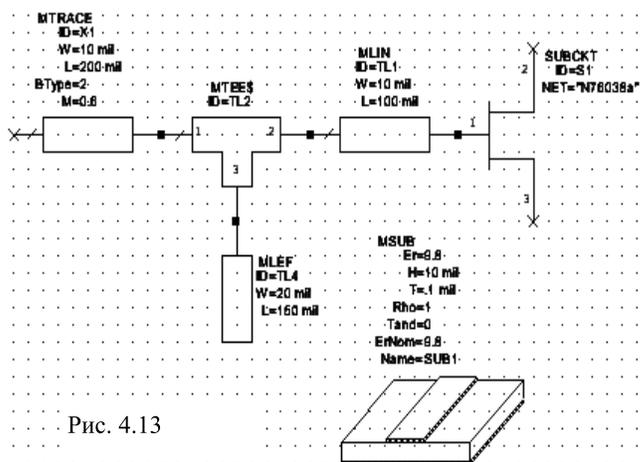

Рис. 4.13
11. Нажмите левой кнопкой мышки на модель **MSUB** и, не отпуская кнопки мышки, перетащите элемент в окно схемы, отпустите кнопку, поместите элемент, как показано на рис. 4.13 и щёлкните левой кнопкой мышки, чтобы зафиксировать.